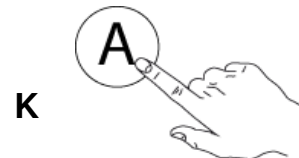

Fig.18
- 1- Sélectionner le bouton "K" lavage automatique. (Fig.18)